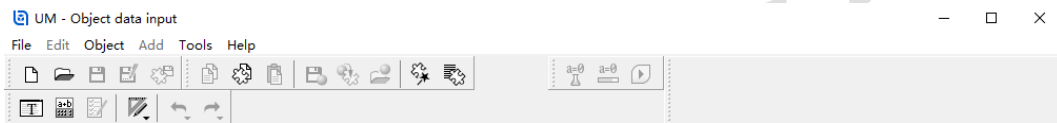

图 2-2
- 1) 选择开始菜单 → 所有程序 → **Universal Mechanism 9 x64** → **UM Input**，运行 **UM Input** 建模程序（或双击桌面快捷方式 **UM Input** 图标），出现如图 2-2 所示界面，这是 **UM Input** 程序的主菜单和常用工具栏。